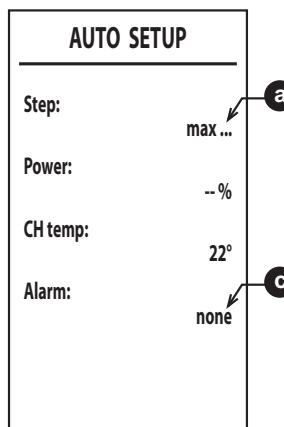

fig. 38
6. Después del encendido el quemador se pone a las distintas potencias (máx., med., mín.) indicadas por el punto a (fig. 38).
8. Si la secuencia de encendido descrita en el punto “6” no se concluye correctamente, aparece la indicación max_err en el punto a y un código de error en el punto c (fig. 38).